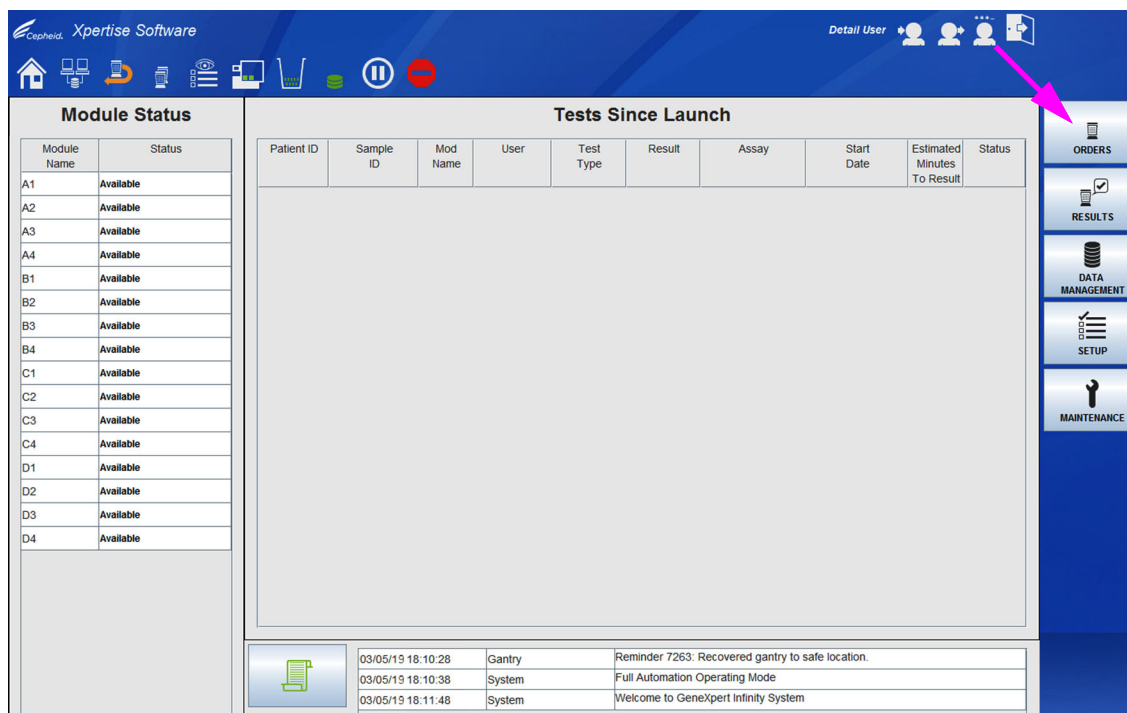
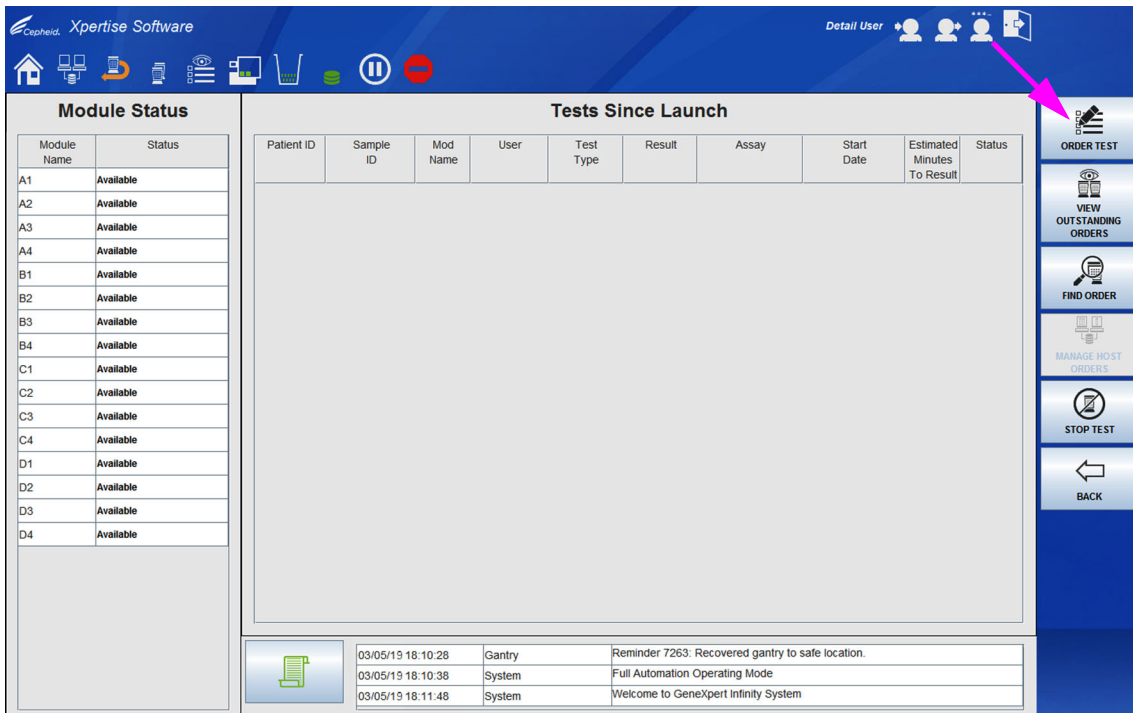

图 5-51. Xpertise 软件主页工作区
图 5-52. 指令菜单
1. 在 Xpertise 软件主页工作区中，选择**指令 (ORDERS)** 按钮。请参见图 5-51。将显示指令菜单工作区。请参见图 5-52。
2. 选择**指令测试 (ORDER TEST)** 按钮。请参见图 5-52。将使用一系列工作区指导您扫描或输入测试信息，从而展示指令过程。以下一系列工作区将显示如何指令一项测试：